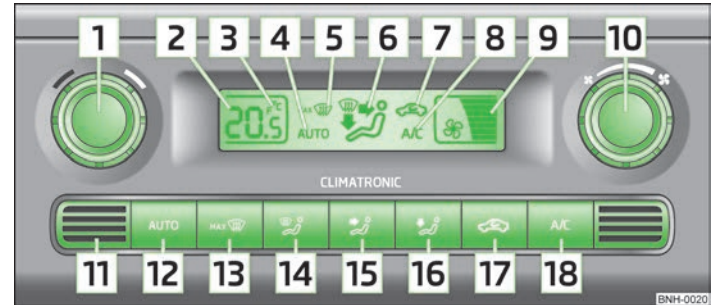

Fig. 61 Climatronic: Elementos de mando
- > **AC** **18** » fig. 61 de la página 66 conectado.
- > Pulsar la tecla **AUTO** **12** » fig. 61 de la página 66.
Pulsar y mantener pulsadas al mismo tiempo las teclas **AUTO** y **AC** » fig. 61 de la página 66. En el display aparecerán los datos en la unidad de medida deseada de la temperatura.
En la parte inferior del aparato se ubica el sensor de la temperatura del habitáculo **11** » fig. 61. No cubrir con adhesivos ni tapar el sensor; de lo contrario, esto podría influir negativamente sobre el Climatronic.
- Pulsar la tecla **AUTO** **12** » fig. 61 de la página 66, en la pantalla se visualiza **AUTO**.
- Después de conectar el encendido, se puede ajustar la temperatura interior deseada con el regulador giratorio **1** » fig. 61 de la página 66.
- Pulsar la tecla  **17** » fig. 61 de la página 66, en la pantalla se muestra el símbolo .
- Pulsar de nuevo la tecla  **17** » fig. 61 de la página 66, el símbolo  se apaga en la pantalla.
- Girar el regulador giratorio **10** » fig. 61 de la página 66 hacia la izquierda (disminuir el número de revoluciones del ventilador) o hacia la derecha (aumentar el número de revoluciones del ventilador).
- Pulsar la tecla **MAX** **13** » fig. 61 de la página 66.
- Pulsar de nuevo **MAX** **13** » fig. 61 de la página 66 o la tecla **AUTO**.